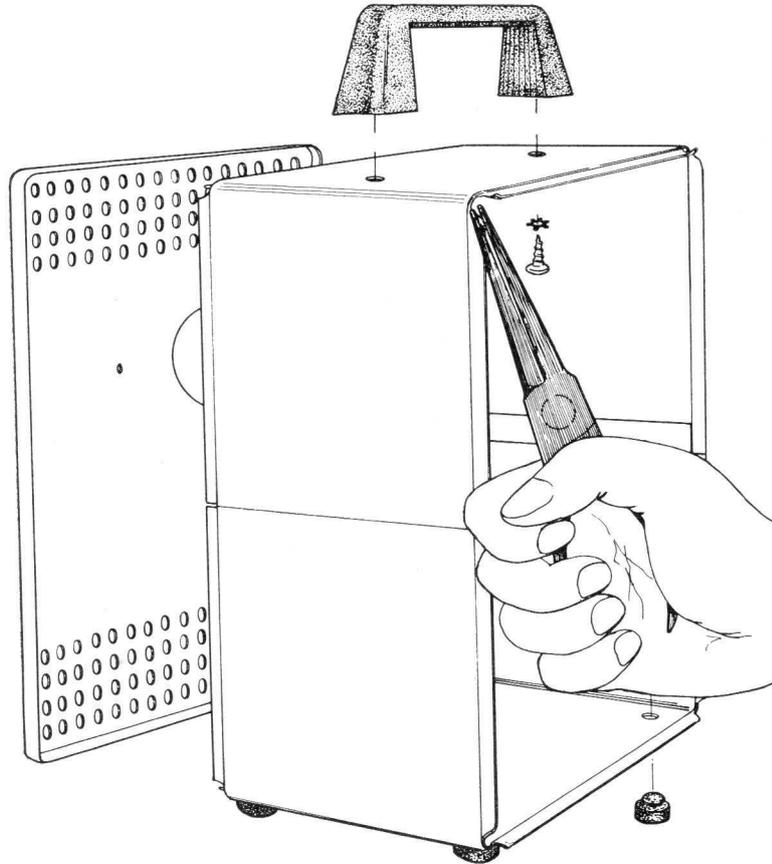

Figure 6. — Montage du coffret
- ( ) Prendre le coffret métallique en se référant à la figure 6 et monter la poignée sur la partie supérieure en la fixant par l'intérieur avec les deux vis précédentes et les rondelles de blocage M4. Aucune difficulté ne doit maintenant se présenter pour le positionnement des vis.
- ( ) En se référant à la même figure 6, placer les quatre pieds de caoutchouc sur la partie inférieure du coffret en vous aidant d'un petit tournevis.
- ( ) A l'aide de pinces à longs becs, tordre légèrement les rebords du coffret pour atteindre le même plan que le coffret selon les indications de la figure 6. Cette opération assure un bon contact électrique entre le coffret et les panneaux avant et arrière.
- ( ) Prendre le panneau arrière et le placer pour encastrer les rebords du coffret de la façon indiquée sur la figure 6. Vérifier que la découpe circulaire reste dans la partie supérieure du panneau. Laisser de côté l'ensemble du coffret ainsi préparé.